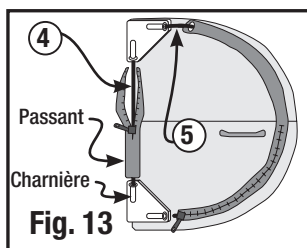

Fig. 13
2. Fermez les glissières. (Fig. 13)